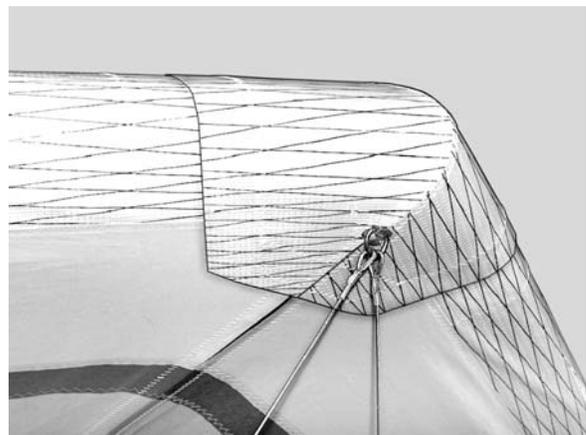

Рисунок 20
18. Наденьте носовой капот, закрепив его при помощи застежек «репейник» (Рисунок 20).